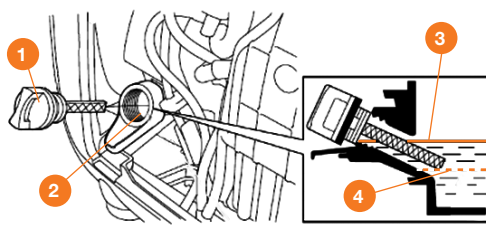

Рис. 10
- Разместите под двигателем подходящую емкость для сбора масла, затем снимите крышку/щуп 1 маслозаливной горловины 2 (Рис. 10).
- Установите на место пробку/щуп 1 маслозаливной горловины и надежно зафиксируйте ее (Рис. 10).